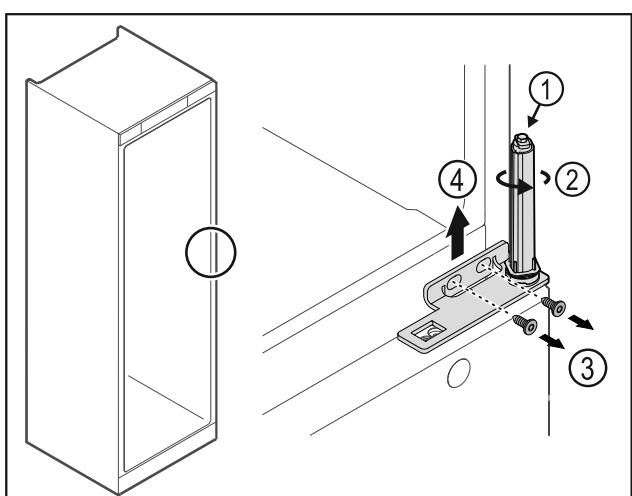

Fig. 32
► Nerozoberajte systém zatvárania dverí Fig. 32 (1).
- Otáčajte systém zatvárania Fig. 32 (2), kým nezazvakne.
- Uvoľnite skrutky Fig. 32 (3), odoberte uholník závesu nahor Fig. 32 (4).